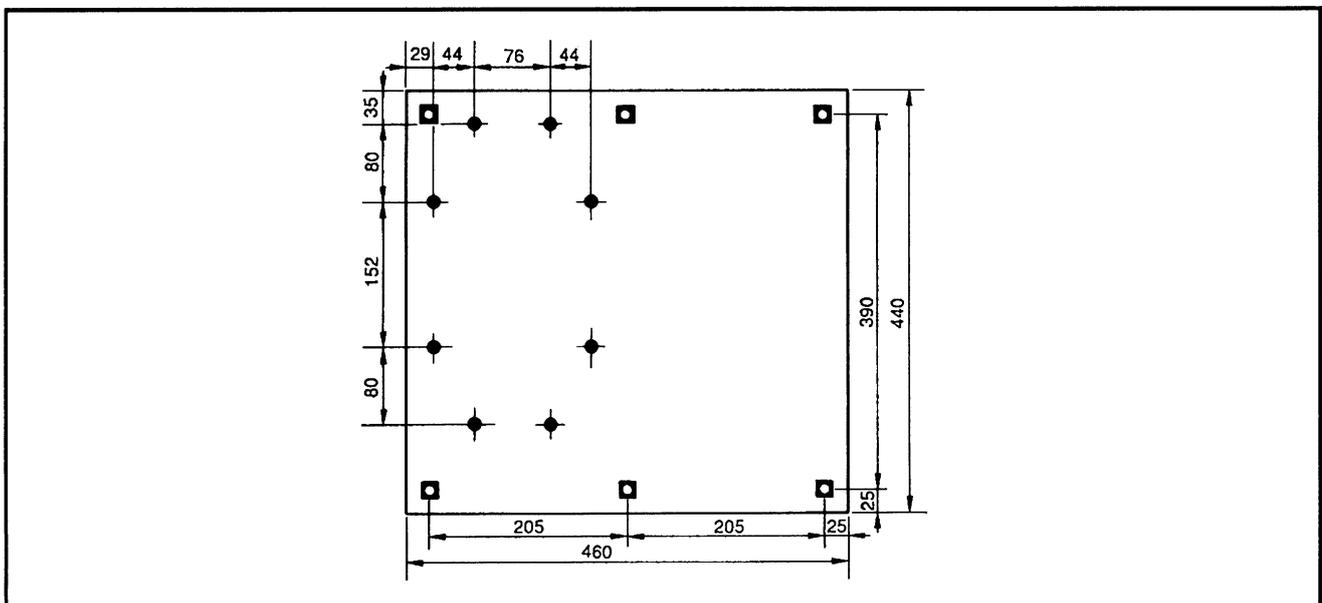
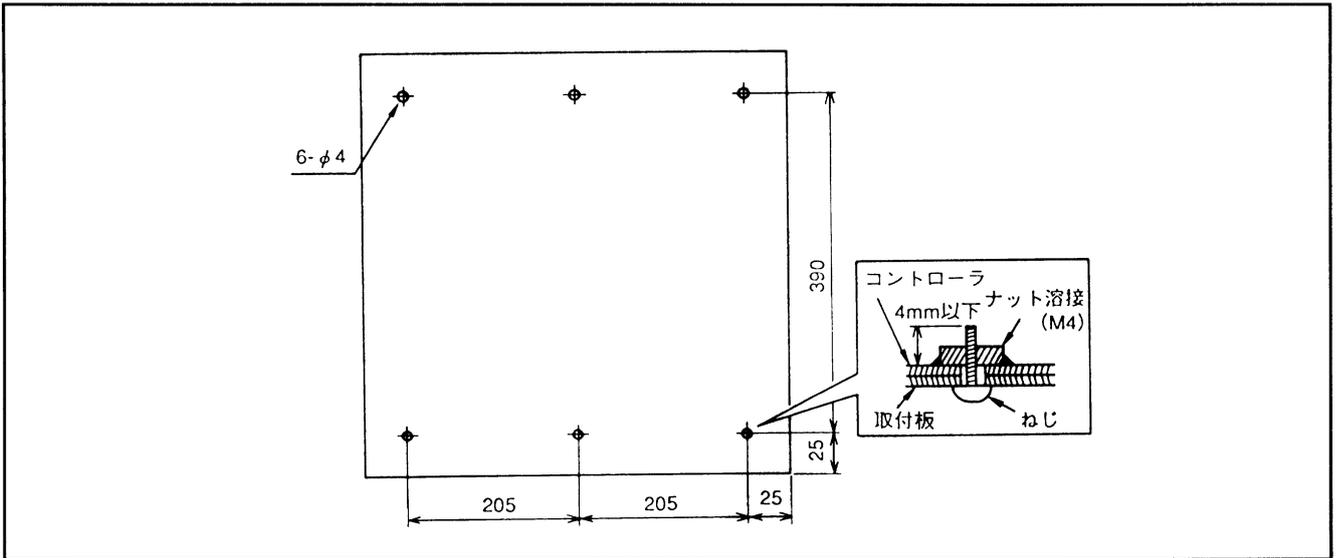

図5-55 コントローラ底面図
図5-56 ねじ締め付け位置 (コントローラ底面図)
(1) 図5-55にコントローラを底から見た図を示します。
- ① “■” マーク部のねじ（M4）のネジ穴はコントローラを取付板に固定するために使用します。
- ② “●” マーク部はコントローラの内部部品固定用のねじが突出しているため、取付板にφ10の逃がし穴をあけてください。
- ③ 図5-55と図5-56を参考にして取付板を製作してください。
(2) コントローラの取付板への取付けは図5-56に示す6箇所